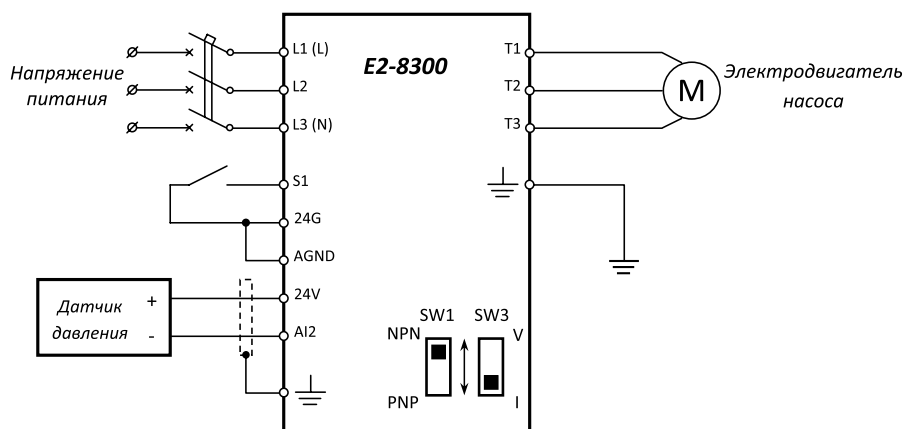

Рис. 4. Схема подключения преобразователей частоты серии E2-8300
1. Подключить преобразователь частоты согласно рис. 4.